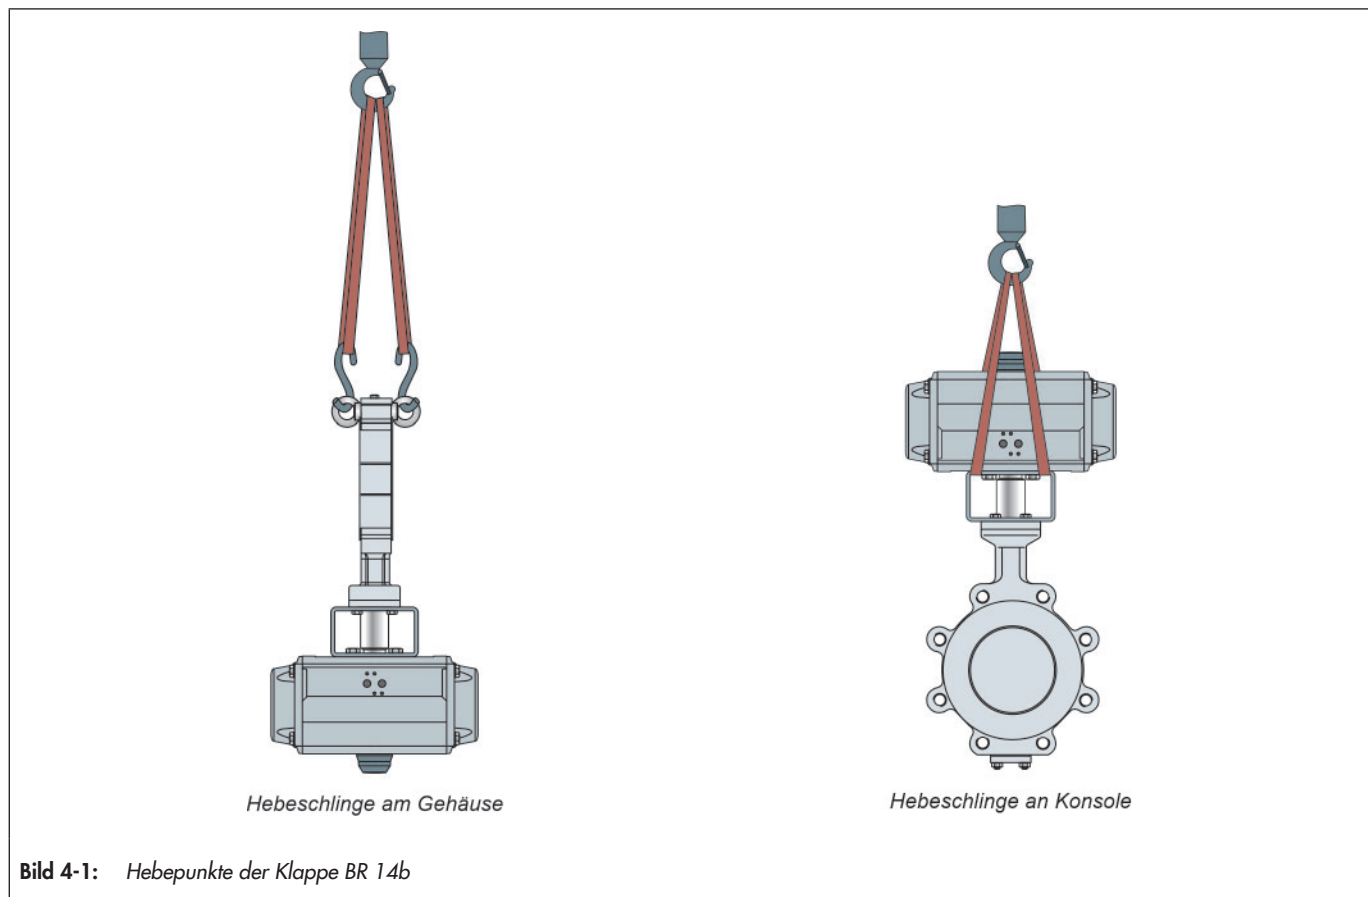

Bild 4-1: Hebepunkte der Klappe BR 14b
- ⇒ Als Tragmittel einen Haken mit Sicherheitsverschluss verwenden, damit die Anschlagmittel beim Heben und Transportieren nicht vom Haken rutschen können, vgl. Bild 4-1.
- ⇒ Je eine Hebeschlinge am Tragmittel (z. B. Haken) des Krans oder Gabelstaplers anschlagen, vgl. Bild 4-1. Dabei die Sicherheit, Tragfähigkeit und Länge der Hebeschlingen beachten.
- ⇒ Je eine Hebeschnitte an der Konsole und am Tragmittel (z. B. Haken) des Krans oder Gabelstaplers anschlagen, vgl. Bild 4-1. Dabei die Sicherheit, Tragfähigkeit und Länge der Hebeschnitte beachten.